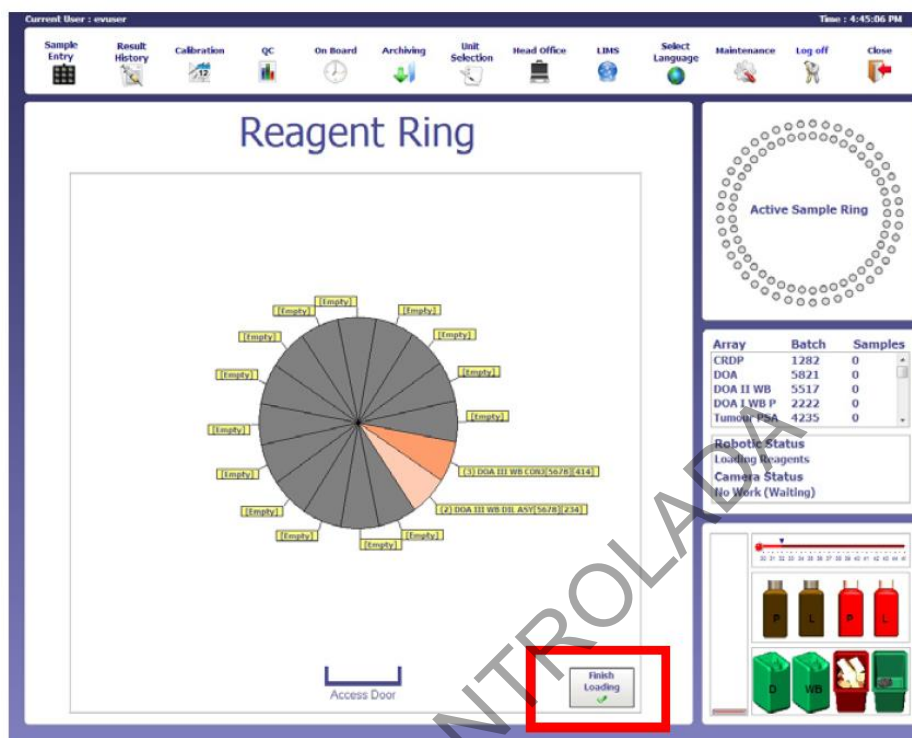

Figura 1.7
- 7.1.17 Una vez que haya terminado la carga de todos los reactivos haga clic en "finished loading" para concluir el proceso (ver figura 1.7)